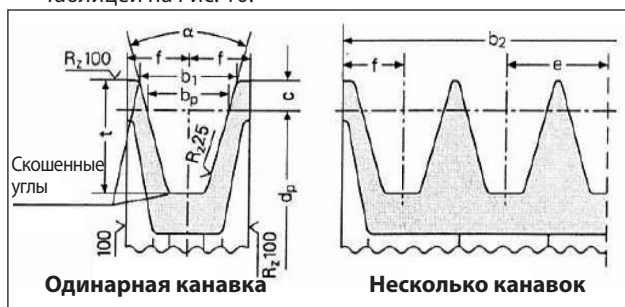

Рис. 9
- Применяйте шкивы для клиновых ремней, размеры канавок которых соответствуют рекомендациям / указаниям изготовителя используемого ремня. При отсутствии указаний руководствуйтесь Рис. 9 и таблицей на Рис. 10.